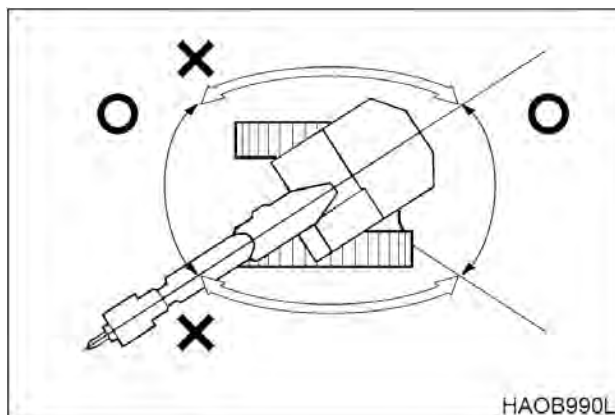

Рис. 76
8. Работать дробилкой следует только перед экскаватором или позади него. НЕ использовать дробилку с боковых сторон экскаватора. НЕ поворачивать дробилку из стороны в сторону при работе с нею. См. рис. 76.